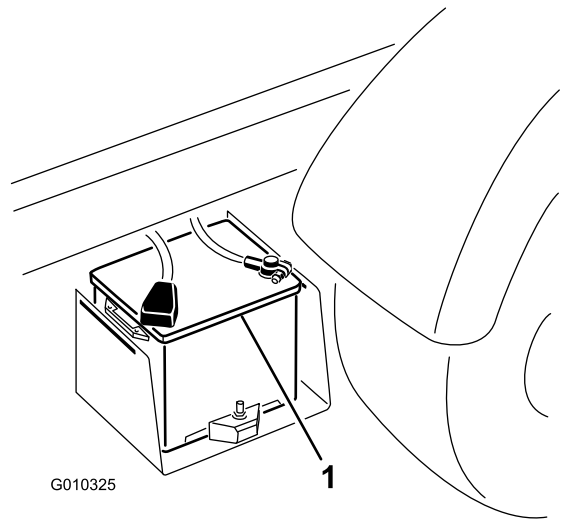

图42
2. 在 2 个电池的正电极之间连接一条跳线接线（图42）。